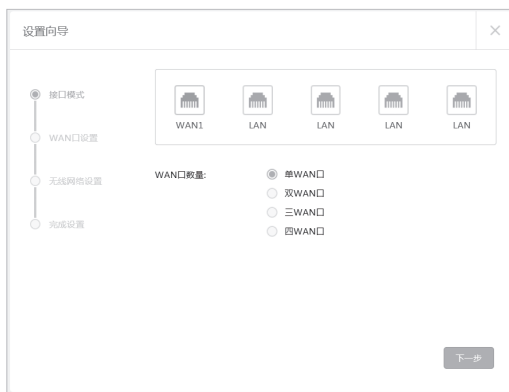

图6-3 接口模式设置
- 成功登录后会弹出设置向导界面。如果没有自动弹出，可以单击主页左下方的“快速配置”菜单进入。请进行接口模式设置，如图6-3所示。选择WAN口数量，并单击“下一步”，分别对每一个WAN口进行设置。